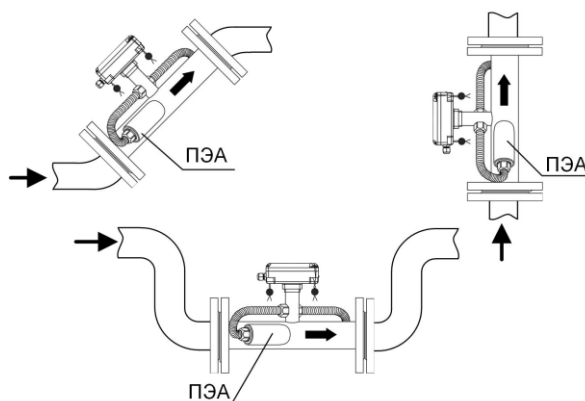

Рис.2. Рекомендуемые места установки ПП расходомера.
- ПП не должен располагаться в самой высокой точке трубопровода; наиболее подходящее место для монтажа (при наличии) – нижний либо восходящий участок трубопровода (см. рис.2);
- при монтаже расходомера в наклонный или вертикальный трубопровод устанавливать вторичный преобразователь гермовводами вниз (рис.2);